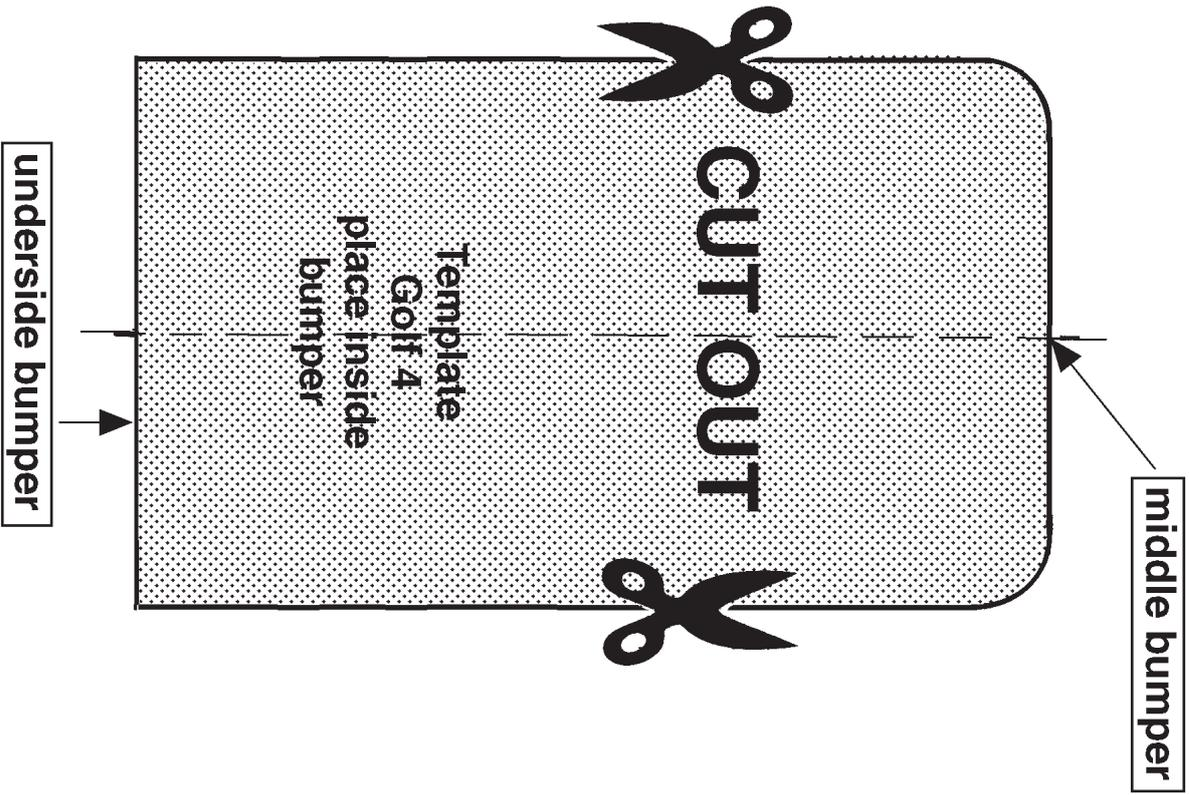

**FIG.2**
4. Colocar el gancho de remolque en el chasis y fijarlo con cuatro tornillos inclusive contratruercas (40x40x5). Colocar ambos bloques de espuma PE en los travesaños del chasis para obturarlos (véase la fig. 2). Volver a colocar el parachoques. La bola se monta en el gancho de remolque
4. Retirar el pegamento existente a la altura de los puntos de contacto del gancho de remolque con el vehículo. Retirar a la altura de los puntos de fijación los adhesivos. Colocar el gancho de remolque en el chasis y fijarlo con cuatro tornillos inclusive contratueras (40x40x5). Colocar ambos bloques de espuma PE en los travesaños del chasis para obturarlos (véase la fig. 2). Volver a poner lo retirado bajo punto 1 inclusive la suspensión del tubo de escape. Volver a colocar el parachoques. La bola se monta en el gancho de remolque por medio de dos tornillos inclusive placa enchufe, arandelas planas y tuercas de seguridad. Apretar todos los tornillos y tuercas de acuerdo con los puntos del gráfico.
fijarlo con cuatro tornillos de cabeza hexagonal con arandela dentada incorporada inclusive contratueras (40x40x5). Colocar ambos bloques de espuma PE en los travesaños del chasis para obturarlos (véase la fig. 2). Volver a poner lo retirado bajo punto 1 inclusive la suspensión del tubo de escape. Volver a colocar el parachoques. La bola se monta en el gancho de remolque por medio de dos tornillos inclusive placa enchufe, arandelas planas y tuercas de seguridad. Apretar todos los tornillos y tuercas de acuerdo con los puntos del gráfico.
3. Colocar el gancho de remolque en el chasis y fijarlo con cuatro tornillos inclusive contratueras (40x40x5). Colocar ambos bloques de espuma PE en los travesaños del chasis para obturarlos (véase la fig. 2). Apretar todos los tornillos y tuercas de acuerdo con la tabla. Volver a colocar el parachoques. La caja de la bola (la bola) se fija en el gancho de remolque por medio de dos tornillos inclusive arandelas planas, placa enchufe y tuercas de seguridad. Apretar todos los tornillos y tuercas de acuerdo con los puntos del gráfico.
4. Posizionare il gancio traino nel telaio e fissarlo mediante quattro bulloni, corredati di contropiastre (40x40x5). Impiegare i due blocchi di polistirolo espanso per chiudere i montanti del telaio (vedi fig. 2). Rimontare il paraurti. L'asta della sfera viene montata sul gancio traino mediante due bulloni, completi di piastra di collegamento, rondelle e dadi autobloccanti. Serrare tutti i dadi e bulloni alle coppie di serraggio indicate nel disegno.
4. Rimuovere il kit presente nei punti di contatto tra il gancio traino ed il veicolo. Rimuovere gli adesivi applicati sui punti di fissaggio. Posizionare il gancio traino nel telaio e fissarlo mediante quattro bulloni, corredati di contropiastre (40x40x5). Impiegare i due blocchi di polistirolo espanso per chiudere i montanti del telaio (vedi fig. 2). Rimontare il paraurti. L'asta della sfera viene montata sul gancio traino mediante due bulloni M12x70/26,2, completi di piastra di collegamento, rondelle e dadi autobloccanti. Serrare tutti i dadi e bulloni alle coppie di serraggio indicate nel disegno.
4. Rimuovere il kit presente nei punti di contatto tra il gancio traino ed il veicolo. Rimuovere gli adesivi applicati sui punti di fissaggio. Posizionare il gancio traino nel telaio e fissarlo mediante quattro bulloni, corredati di contropiastre (40x40x5). Impiegare i due blocchi di polistirolo espanso (75x65x25) per chiudere i montanti del telaio (vedi fig. 2). Rimontare il paraurti. L'asta della sfera viene montata sul gancio traino mediante due bulloni, completi di piastra di collegamento, rondelle e dadi autobloccanti. Serrare tutti i dadi e bulloni alle coppie di serraggio indicate nel disegno. Rimontare quanto rimosso ai punti 1 e 2.
3. Posizionare il gancio traino nel telaio e fissarlo mediante quattro bulloni, corredati di contropiastre (40x40x5). Impiegare i due blocchi di polistirolo espanso (75x65x25) per chiudere i montanti del telaio (vedi fig. 2). Serrare tutti i bulloni alle coppie di serraggio indicate in tabella. Rimontare il paraurti. L'asta della sfera viene montata sul gancio traino mediante due bulloni, completi di piastra di collegamento, rondelle e dadi autobloccanti. Serrare tutti i dadi e bulloni alle coppie di serraggio indicate nel disegno.
4. Hak holowniczy przyłożyć do pojazdu, a następnie skrócić czterema śrubami wraz z płytami kontrującymi (40x40x5). Dwa bloki z pianki PE wykorzystać jako uszczelnieni i umieścić w podłużnicach rys.2. Zderzak ponownie zamontować. Kulę haka holowniczego skrócić za pomocą dwóch śrub wraz z podstawą pod gniazdo, oraz z podkładkami płaskimi i nakrętkami samo kontrującymi. Dokręcić wszystkie śruby i nakrętki zgodnie z rysunkiem.
4. Oczyszczyć w miejscach kontaktu haka holowniczego z pojazdem z masy bitumicznej. W punktach mocowania odkleić taśmę zabezpieczającą. Hak holowniczy przyłożyć do pojazdu a następnie skrócić za pomocą czterech śrub wraz z płytami kontrującymi (40x40x5). Dwa bloki z pianki PE wykorzystać jako element uszczelniający i umieścić w podłużnicach rys.2. Zderzak ponownie zamontować. Kulę haka holowniczego skrócić za pomocą dwóch śrub o wymiarach razem z podstawą pod gniazdo pamiętając równocześnie o podkładkach płaskich i nakrętkach samo kontrujących. Dokręcić wszystkie śruby i nakrętki zgodnie z rysunkiem.
4. W punktach kontaktu haka holowniczego z podwoziem usunąć masę bitumiczną. Przyłożyć hak holowniczy do pojazdu ( w punktach mocowania odkleić taśmę uszczelniającą), a następnie skrócić za pomocą czterech śrub wraz z płytami kontruującymi (40x40x5). Dwa bloki z pianki PE wykorzystać jako element uszczelniający i umieścić w podłużnicach rys.2. Zamontować zderzak ponownie. Kulę haka holowniczego skrócić za pomocą dwóch śrub skracając jednocześnie podstawę pod gniazdo, stosując przy tym podkładki płaskie i nakrętki samo kontruujące. Dokręcić wszystkie śruby i nakrętki zgodnie z rysunkiem.
3. Hak holowniczy wsunąć w podłużnice a następnie skrócić za pomocą czterech śrub wraz z płytami kontruującymi (40x40x5). Dwa bloki z pianki PE uszczelniające umieścić w podłużnicach jako uszczelnienie rys.2. Zamocować ponownie zderzak. Kulę haka holowniczego skrócić za pomocą dwóch śrub wraz z podstawą pod gniazdo oraz podkładkami płaskimi i nakrętkami samo kontruującymi. Dokręcić wszystkie śruby i nakrętki zgodnie z rysunkiem.